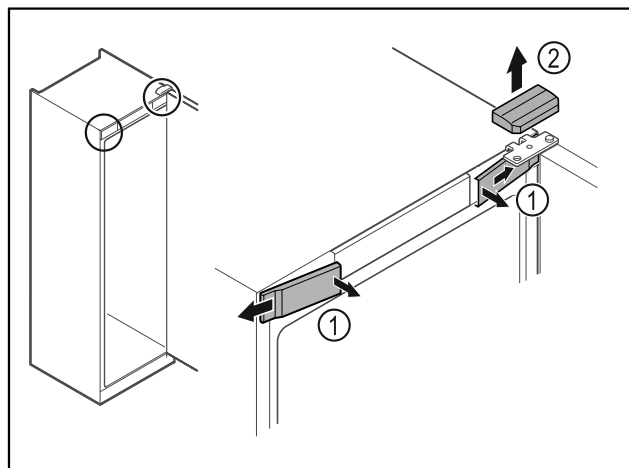

Fig. 15
- ▶ Pattintsa ki belül az előző burkolatokat Fig. 15 (1), és tegye félre.
- ▶ Vegye le felfelé a felső burkolatot Fig. 15 (2).